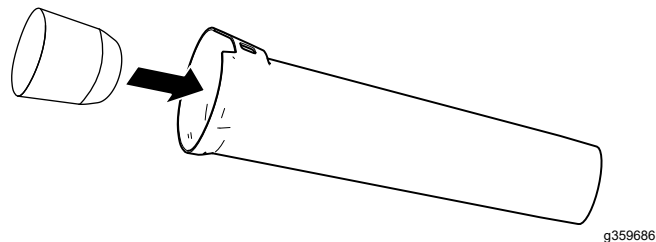

Figure 4
1. Insérez l'embout du souffleur dans le tube (Figure 4).